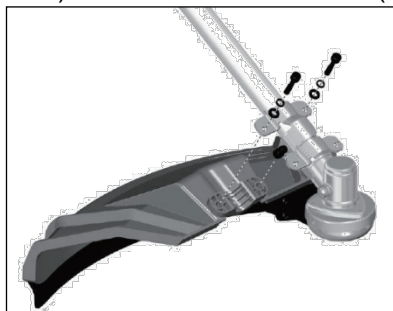
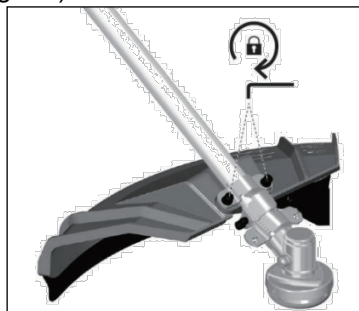

Fig.3-1
Fig.3-2
Montaggio della protezione (Fig.3-1, Fig.3-2)
- 1) Posizionare la protezione sull'attrezzo (fig.3-1) .
- 2) Fissare e serrare le viti (fig.3-2).